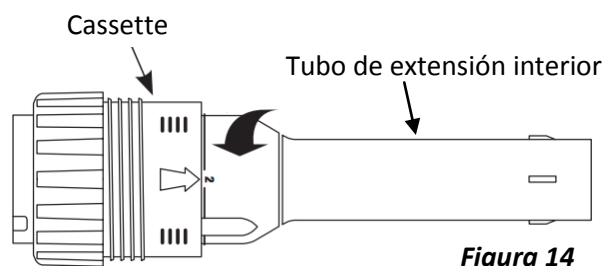

Figura 14
- En el tubo de extensión interior, una línea está marcada con un 2. La flecha en la base de la cassette apunta hacia esta marca. Sujete la base de la cassette firmemente y gire ligeramente el tubo de extensión interior hacia la izquierda para desbloquearlo (Figura 14).